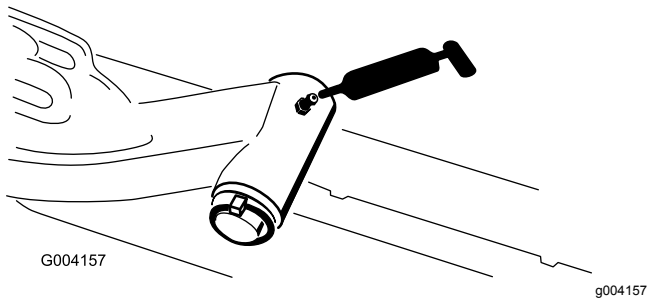

Figura 79
- Eje pivotante del brazo de elevación (1 en cada) (Figura 79)